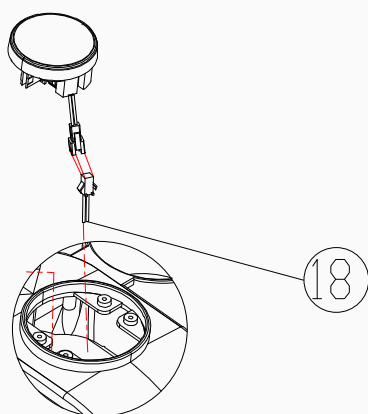

Figure 7.2
7. Tout d'abord, retirez le fil de détection du groupe montant N° 04 et insérez-le dans le groupe de cadre principal N° 01 (comme indiqué à la Figure 7.1) ; puis, connectez le fil de connexion de cadre à la montre électronique N° 14 (comme indiqué à la Figure 7.2) ; ensuite, installez le groupe montant N° 04 sur le cadre principal N° 01 et verrouillez-le avec le bouton de réglage en forme de L N° 28 ; enfin, placez la pile dans le compteur électronique (comme indiqué à la Figure 7.3).